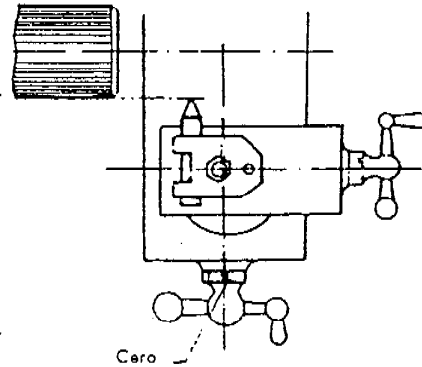

Figura 3
- c. Verifique si el carro porta herramienta está en posición paralela al eje de la pieza ( Figura 3 ).
- c. Desplace la herramienta fuera del material y coloque a cero el tambor graduado del carro transversal, lo mismo que el del tambor del carro porta herramientas ( Figura 3 ).